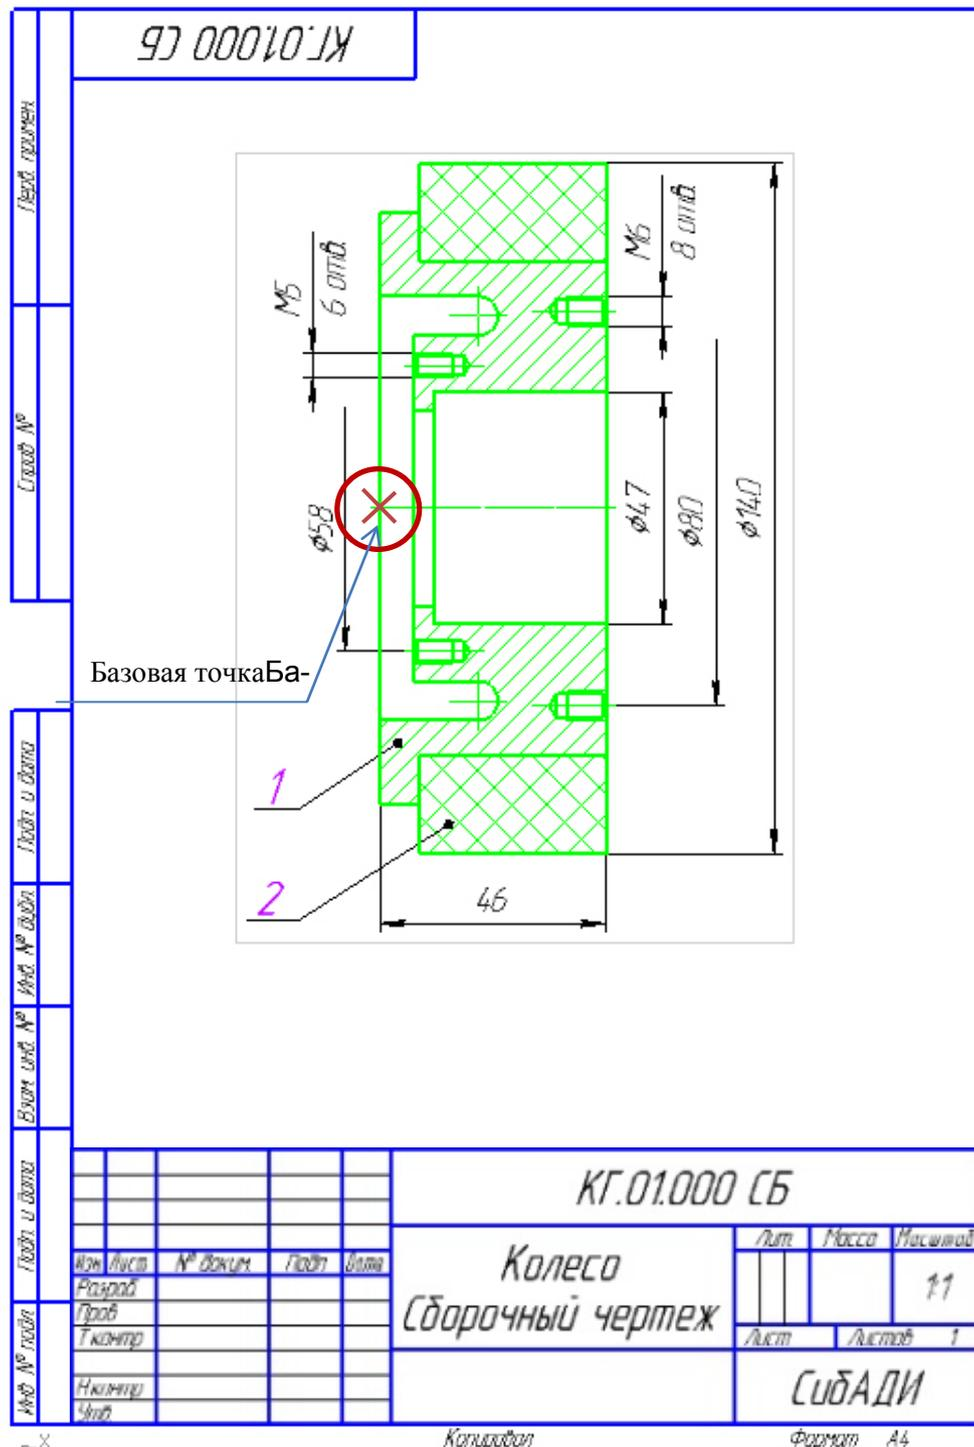

Рис. 4.11. Сборочная единица «Колесо» с указанием базовой точки для копирования
- Откройте чертёж сборочной единицы «Колесо», который находится в папке ... \Колесо\Колесо Сборочный чертёж \_ КГ.01.000 СБ (рис. 4.11).